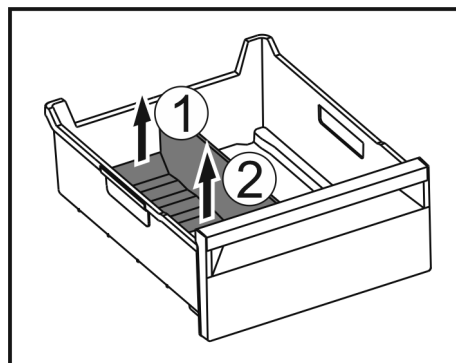

Fig. 126
- ▶ Podnieść tylną część separatora do szuflady na lód. Fig. 126 (1)
- ▶ Separator do szuflady na lód podnieść do góry. Fig. 126 (2)